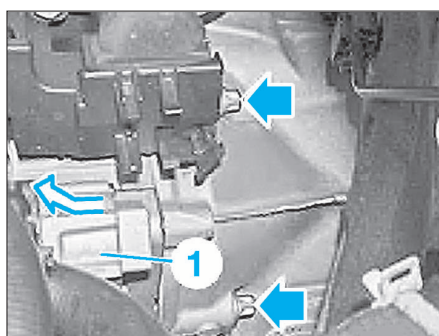

FIG. 4
- Débrancher le câble (2) batterie/démarrreur.
- Défaire l'écrou (3) et retirer le câble alternateur/démarrreur.
- Déposer les vis de fixation du démarrage (flèches) (Fig.4).
- Extraire le démarrage (1) du carter d'embrayage et le déposer.
- serrer les vis fixant le démarrage à 4,5 daN.m (Fig.4)